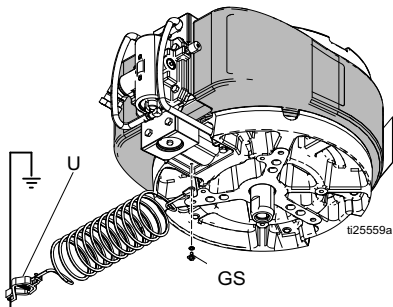

図 3
XL 10000 ポンプ™: 図 3 を参照してください。接地ネジ (GS) がエアモーターに取り付けられ、しっかりと締まっていることを確認します。静電接地ケーブル (H) のクランプ (U) を実際の地面に接続します。接地線とクランプは、部品番号 244524 をご注文ください。